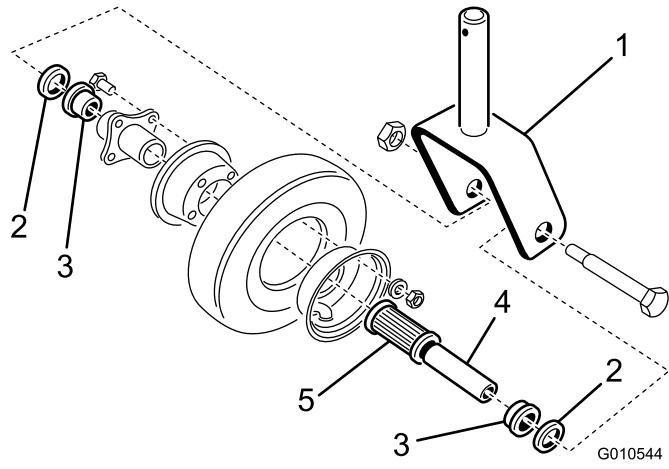

Bild 19
1. Entfernen Sie die Sicherungsmutter von der Schraube, mit der das Laufrad an der Gabel befestigt ist (Bild 19). Halten Sie das Laufrad fest und schieben die Schraube aus der Gabel.
2. Kippen Sie das Rad seitlich und lassen Sie die Spannbüchse herausfallen (Bild 19).
3. Entfernen Sie eine Lagerbefestigung aus der Radnabe und lassen das Lager herausfallen. Entfernen Sie die Lagerhalterung aus der gegenüberliegenden Seite der Radnabe (Bild 19).